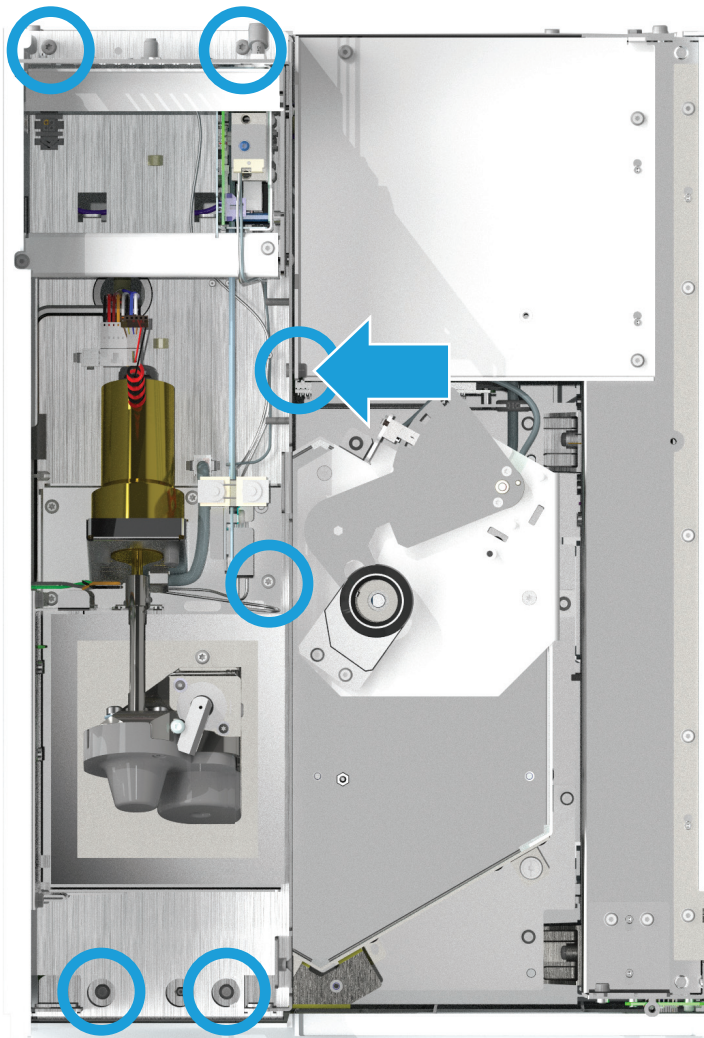

Figura 8. Allentare le viti che fissano il gruppo pneumatici
- 11 Allentare le 6 viti che fissano il gruppo pneumatici allo chassis. Si noti che una delle viti si trova sul lato del gruppo. (Figura 8).